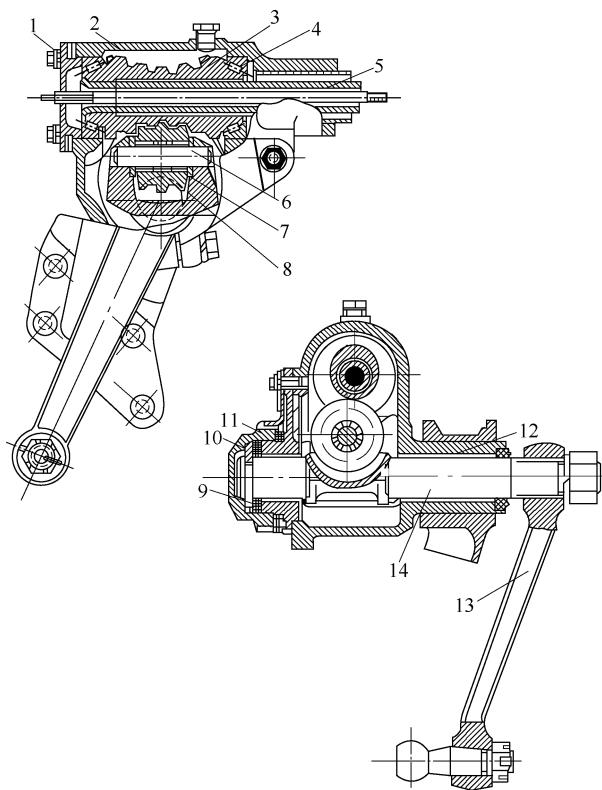

图 1-44 球面蜗杆滚轮式转向器
(1) 球面蜗杆滚轮式转向器 如图 1-44 所示，其传动副由一个球面蜗杆和带有几个齿的滚轮构成。